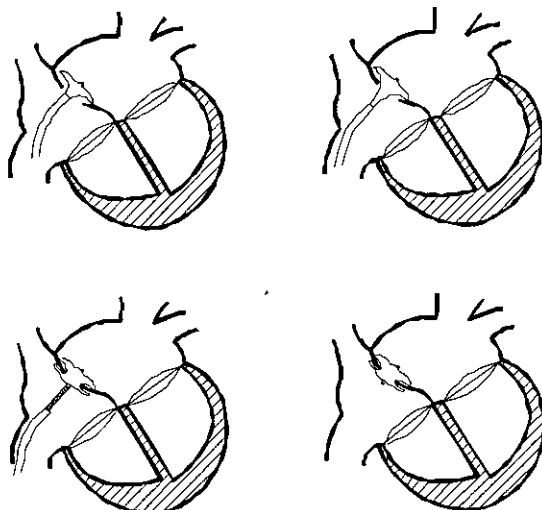

Figura 9 Ilustración de la implantación del ocluidor
- Bajo guiado fluoroscópico y ecocardiográfico, despliegue el disco de aurícula izquierda y la sección y presione suavemente el dispositivo sobre el tabique auricular, que puede notarse y observarse mediante imagen ecográfica. A continuación, inmovilice el cable de implantación, retraiga la vaina y despliegue del disco de la aurícula derecha. Retraiga la vaina unos 15 cm. Un suave movimiento de avance y retroceso con el cable de implantación permite verificar una posición segura a través de la comunicación interauricular, la cual puede observarse también mediante ecografía transtorácica o transesofágica (vea la **Figura 9**).